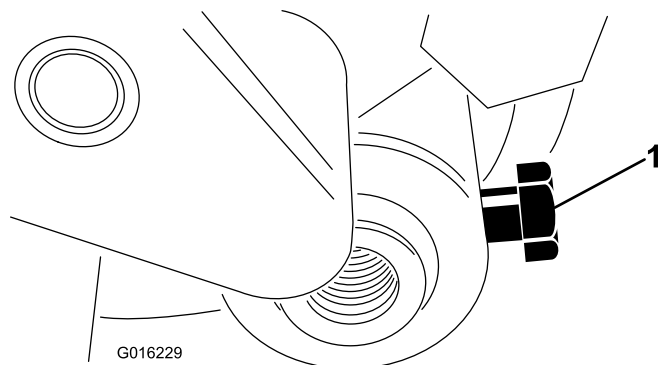

Figura 14
30. Inserite l'albero del rullo nel braccio regolatore destro e fissatelo senza serrarlo con il bullone (Figura 14).
38. Centrate il rullo tra i bracci regolatori e serrate i bulloni di fissaggio (Figura 14).